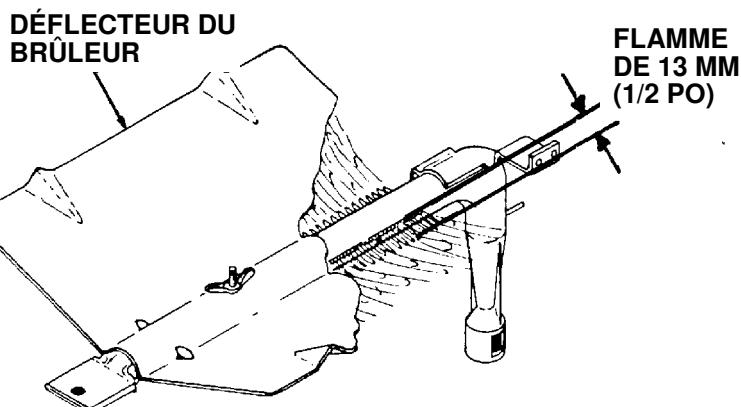

FIGURE 4
- a. La hauteur approximative de la flamme d'un brûleur du four doit présenter une partie bleue distincte de 13 mm (1/2 po) (voir la figure 4).